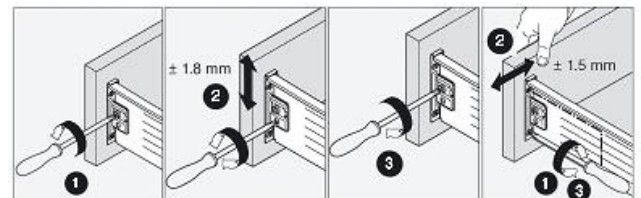

Рис.3
- Регулировка выдвижных ящиков осуществляется в последовательности, указанной на рис.3.